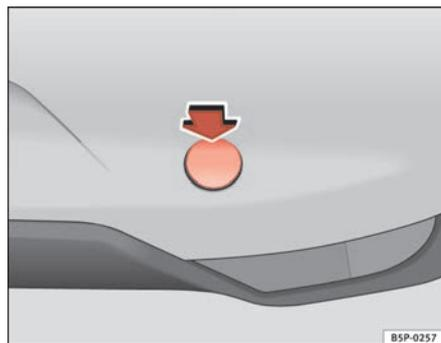

Fig. 207 Copertura del gancio di traino posteriore
- Aprire il coperchio premendo sulla sua parte superiore nel senso della freccia ⇒ fig. 207.